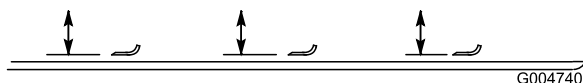

Figura 85
2. Rode a lâmina até que a extremidade fique virada para a frente e para trás e meça entre o interior da plataforma do cortador e a parte cortante na zona dianteira da lâmina (Figura 85).